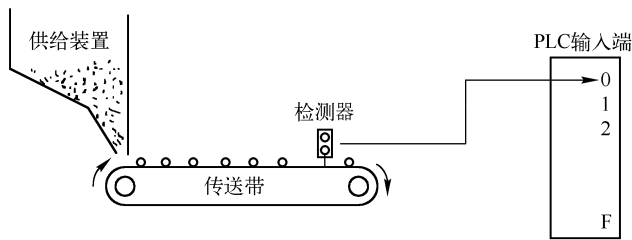

图 2-40 习题 2 的图
2. 如图 2-40 所示，若传送带上 20s 内无产品通过则报警（Y00 为 ON）。